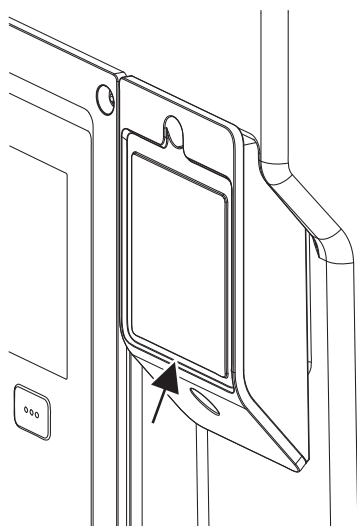

Fig. 28: Poklopac za Wilo-Smart Connect modul BT
1. Otpustite vijak poklopca Wilo-Smart Connect modula (Fig. 28) i otvorite poklopac.
Zbog konstrukcije Wilo-Smart Connect modul BT može se utaknuti samo u jednoj centriranosti. Daljnje učvršćivanje modula ne odvija se samostalno. Poklopac Wilo-Smart Connect modula (Fig. 28) na gornjem dijelu elektroničkog modula čvrsto drži modul u sučelju. Uzmite u obzir zatezne momente! Zatezni momenti elektroničkoga modula [► 42]